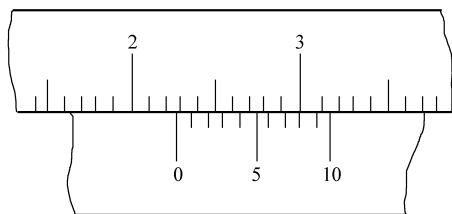

图 2-40 1/10 mm 游标卡尺读数方法
（1）从主尺上查看整数，即找出副尺零线前主尺上的整数，如图 2-40 所示的整数为 22 mm。
（2）从副尺上查看小数，即找出副尺上零线后第几条刻线与主尺上任一刻线对齐，即为几个 0.1 mm，图 2-40 所示为 0.7 mm。
(3) 将两数相加。将所得的整数与小数相加,即得出所需读数,图 2-40 所示读数为 22.7 mm。